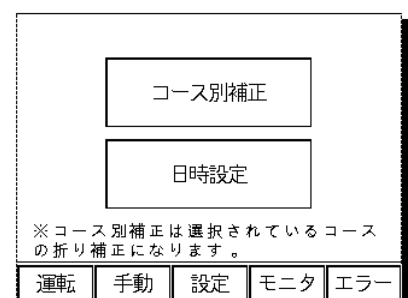

図7-25
- ・ 運転停止中に **設定** を押しと設定画面(図7-25)に切り替わります。